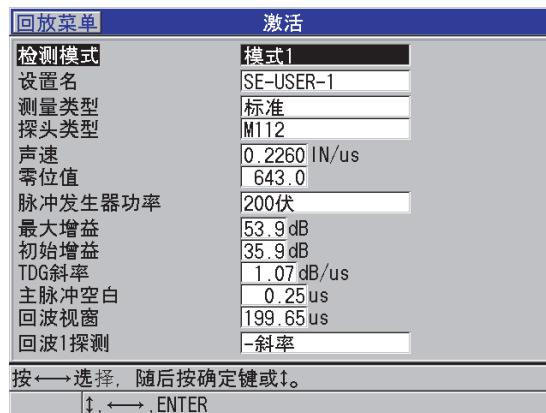

图 13-1 单晶探头设置的激活屏幕
5. 在**激活**屏幕中 (参见第 226 页的图 13-1):